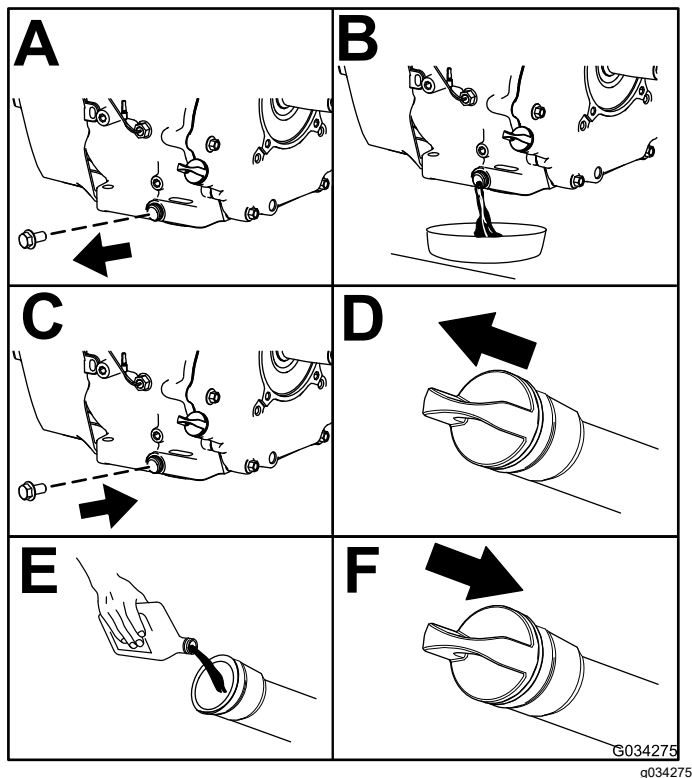

Figura 40
4. Cambiate l'olio motore come mostrato nella Figura 40.